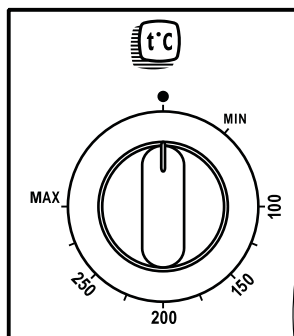

Рис.11
- ручкой терморегулятора (рис.11) задается температура нагрева духовки, которая поддерживается автоматически.